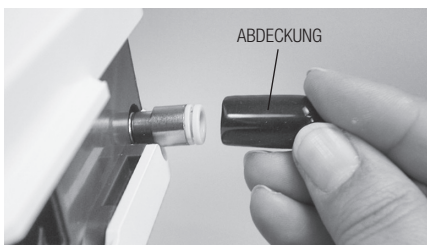

Abb.5
- 1) Nehmen Sie die Abdeckung vom Leitungswasseranschluss (Abb. 5).